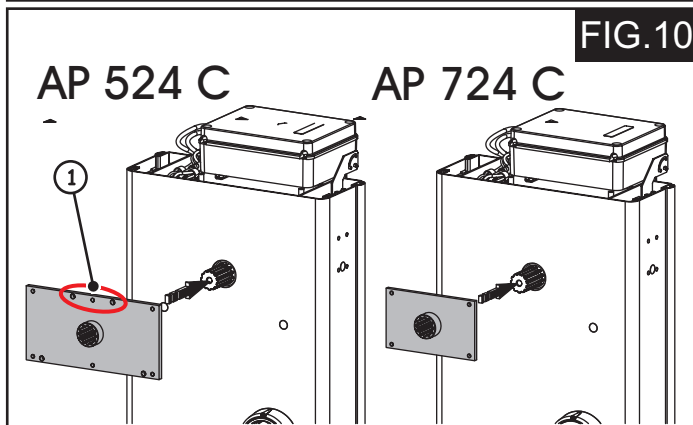

FIG.10
11.- En la parte delantera de la Barrera coloque el plato porta-barra y manténgalo en posición horizontal, (Fig. 10).
Para el modelo AP 724 C preste atención a la orientación de los orificios marcados en la (Fig. 10, ref. 1), los orificios deben estar en la parte superior del plato.